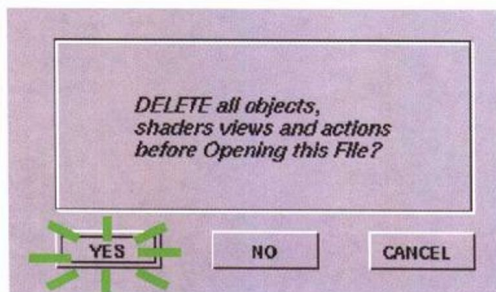

图 1-9
(6) 如果你已经准备好在 **Studio Tools** 的环境里工作, 将会弹出一个对话框, 问你是否要删除所有的对象、材质、视图和操作, 单击 **YES** 按钮, 如图 1-9 所示。